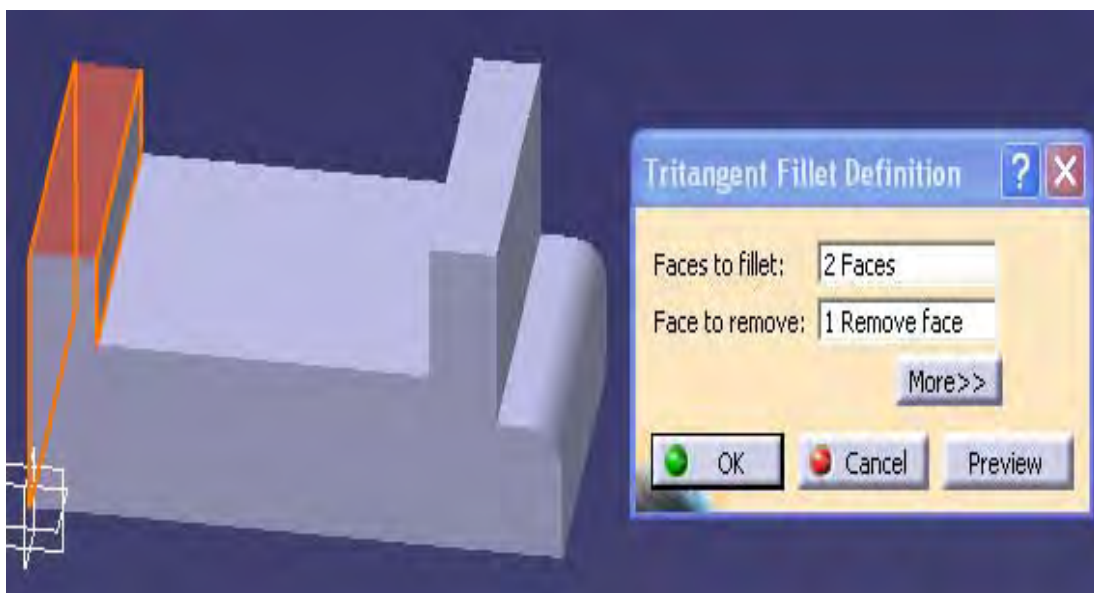
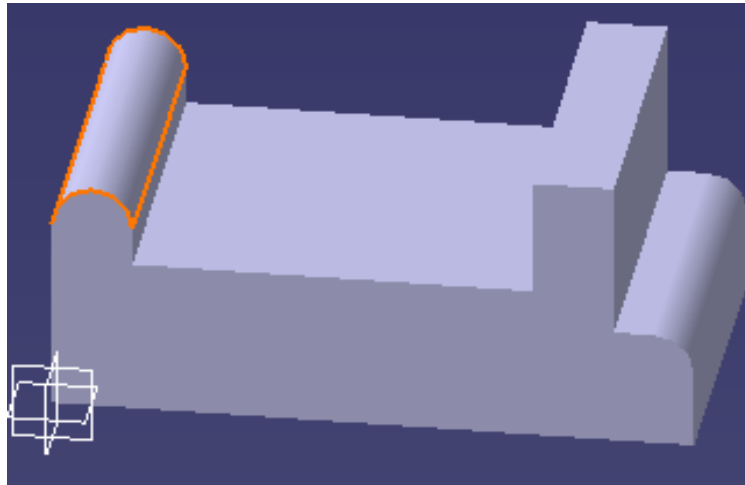

Figura 4.52: TRITANGENT FILLET
Figura 4.53: PIEZA CON TRITANGENT
5.-Se selecciona la herramienta TRITANGENT FILLET , se seleccionan las dos caras en las cuales se aplicara, y seleccionar la cara que se removerá, dar ok. ver figura 4.52, y se obtiene una pieza como la figura 4.53.